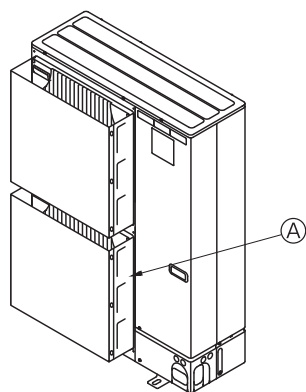

Fig. 3-3
- ② Installieren Sie eine als Sonderzubehör erhältliche Luftauslassführung, wenn die Anlage an einem Aufstellungsort installiert ist, an dem die Gefahr besteht, dass starker Wind direkt in die Luftaustrittsöffnung bläst. (Fig. 3-3)